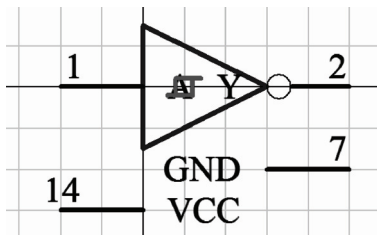

图 3-80 放置隐藏的电引脚后的图形
8) 绘制隐藏的引脚，通常在电路图中会把电源引脚隐藏起来。所以绘制电源引脚时，需要将其属性设置为“Hidden”（在元器件属性对话框中设置）。本实例分别绘制两个电源引脚：14 为 VCC，7 为接地 GND，引脚的电气类型均为“Power”。绘制了这两个引脚后的图形如图 3-80 所示（此处选中如图 3-61 所示的“Hidden Pins”复选框，就可以显示隐藏的引脚和名称）。